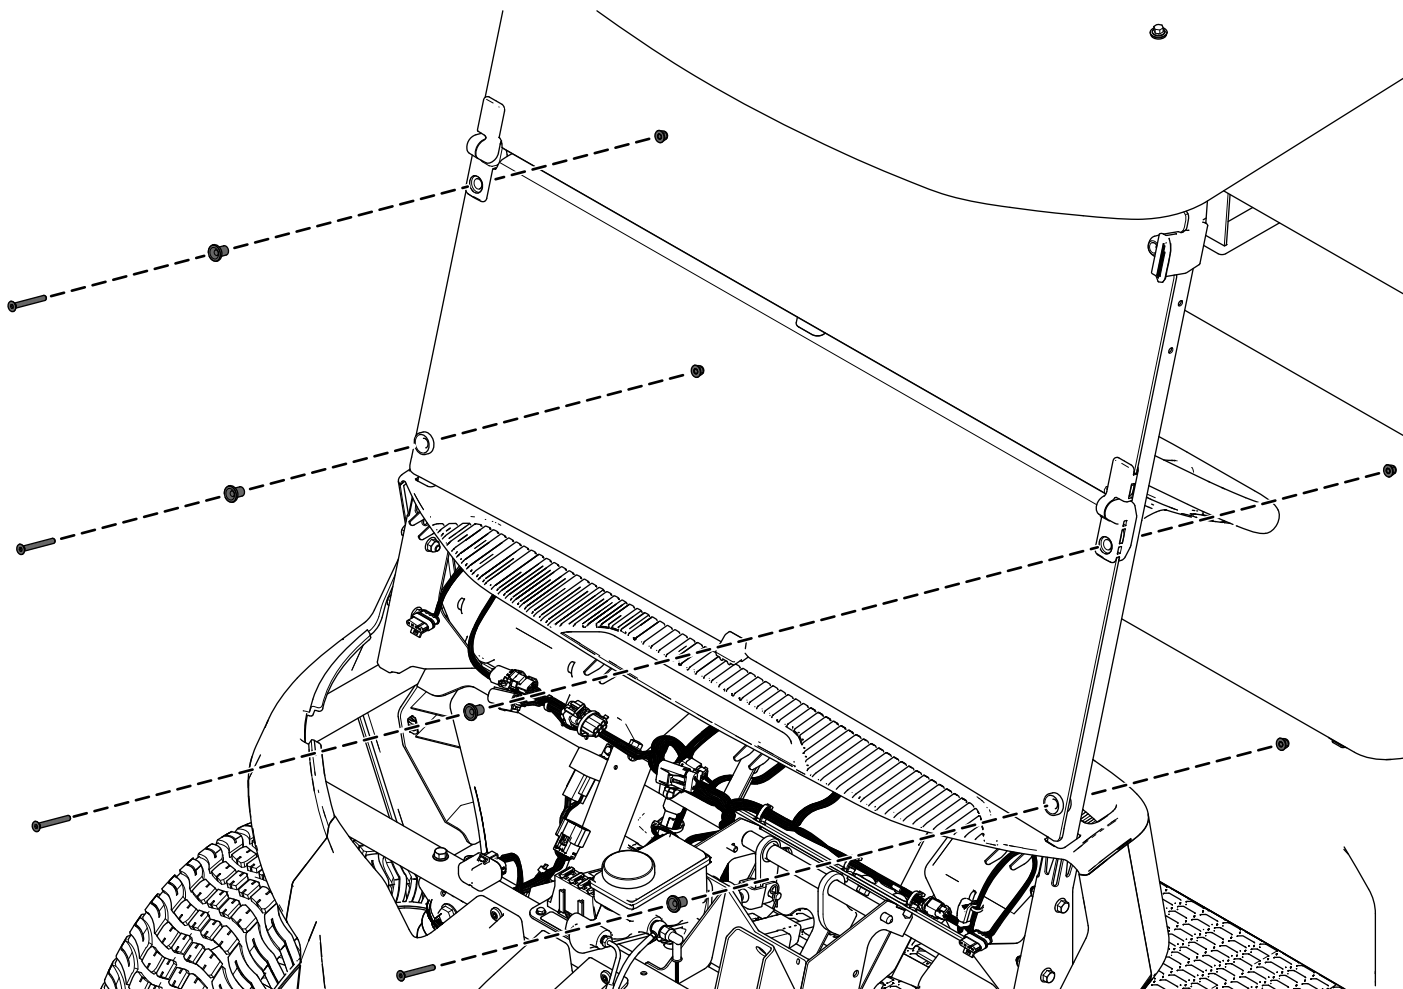

Bild 3
5. Befestigen Sie die Windschutzscheibe mit den vier Innensechskant-Bundkopfschrauben (M6 x 55 mm), vier Distanzstücken und vier Sicherungsmuttern (M6) an den vorderen Rahmenrohren des Sonnendachs, wie in **Bild 3** dargestellt.